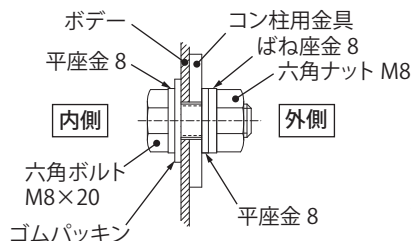

図 1
- ボックスの内側からゴムパッキン、平座金 8、六角ボルト M8×20 を取り付けてください。(図 1)